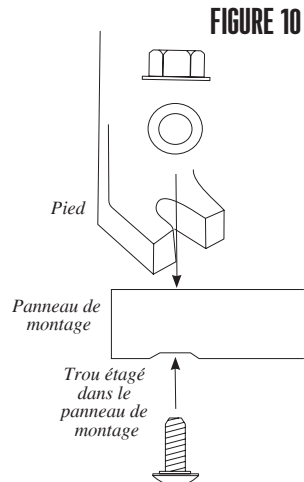

FIGURE 10
3. Fixer le panneau de montage aux pieds à l'aide des boulons ordinaires, des rondelles plates et des écrous hexagonaux à embase (FIGURE 10). Utiliser une clé de 10 mm ou une clé réglable pour serrer les écrous hexagonaux à embase.